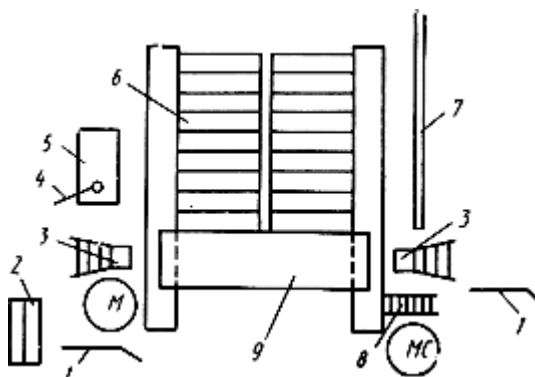

Рис.1. Схема организации рабочего места при монтаже лестничных площадок и лестничных маршей
**Схема организации рабочего места (рис.1) и порядок выполнения работ.**